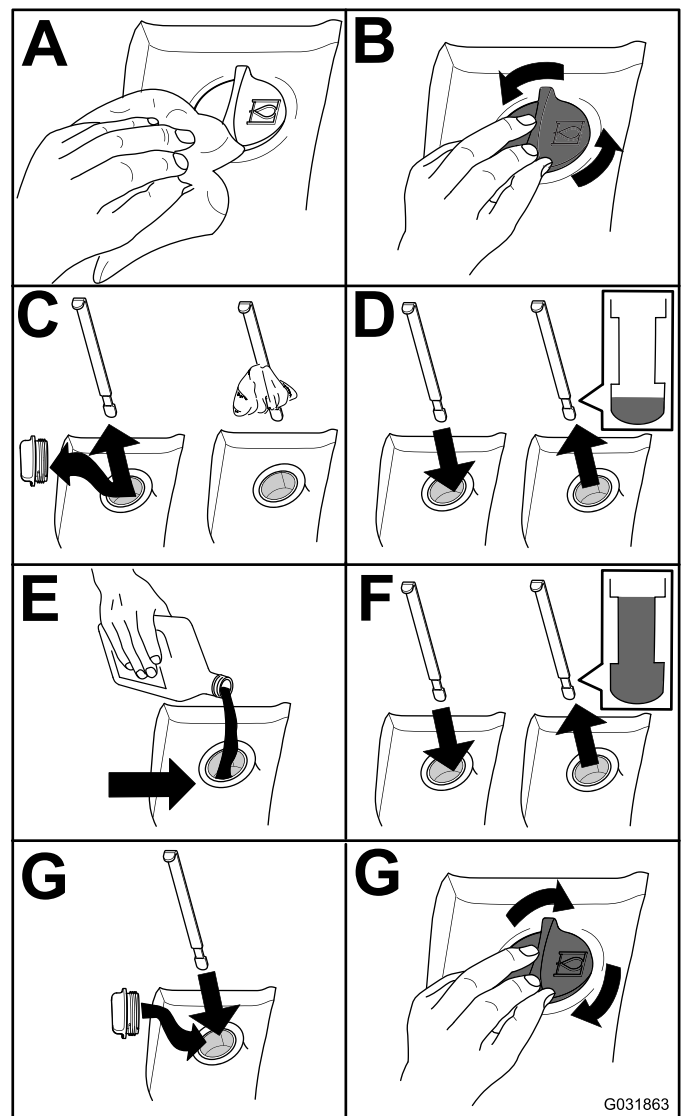

Figure 115
2. Contrôlez le niveau du liquide hydraulique (Figure 115).